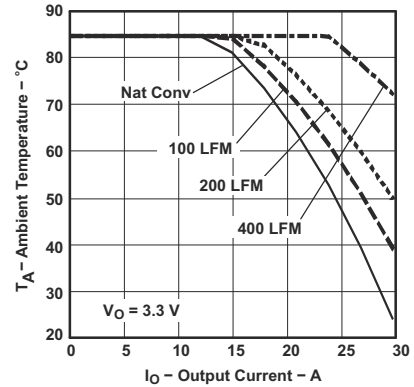
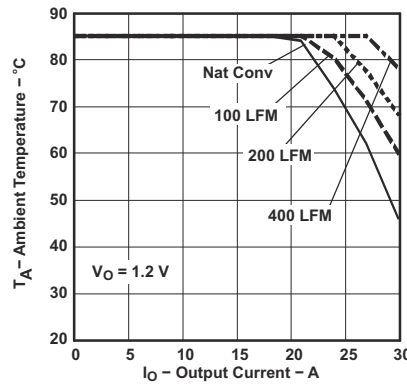

図 5-4. 周囲温度と出力電流との関係
図 5-5. 周囲温度と出力電流との関係
- ² 温度ディレーティング曲線は、内部部品がメーカーの最大動作温度と同じ、またはそれを下回っている条件を表しています。ディレーティング制限は、100mm × 100mm の両面 PCB に 2 オンスの銅で直接半田付けしたモジュールに適用されます。図 5-5 および 図 5-4 に適用されます。